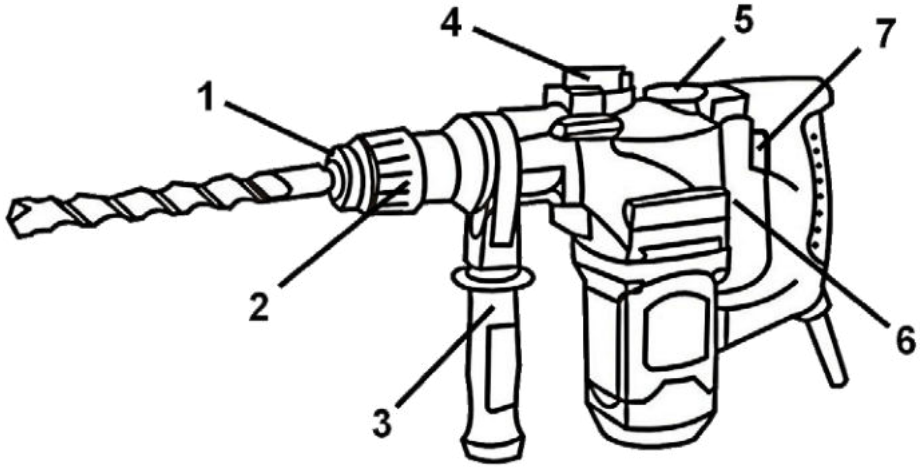

Рисунок 1
4.2 Для ввімкнення виробу натисніть на курковий важіль перемикача (7) (рис.1). Для відключення виробу слід курок відпустити.